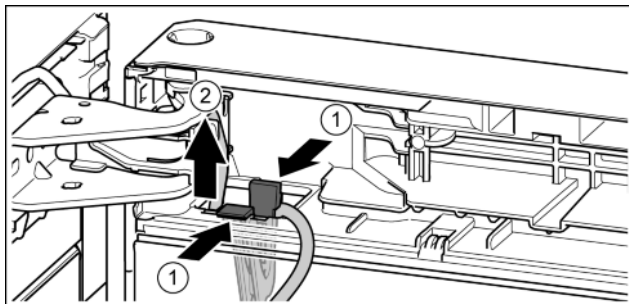

Fig. 19
- ▶ Zatlačte na lamelu. *Fig. 19 (1)*
- ▶ Vytáhněte držák kabelu s kabelem, který je na něm upevněný. *Fig. 19 (2)*